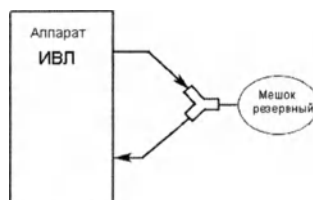

Рисунок 6.6 – Схема для проверки задаваемого объема
- Собрать схему, приведенную на рис. 6-6
- Собрать схему, приведенную на рис. 6-6. Дыхательный контур подключить к аппарату. Эндотрахеальную трубку (ЭТТ) подключить к тройнику контура и, поместив предварительно ЭТТ в резервный мешок (3л), установить мешок на тройник контура.